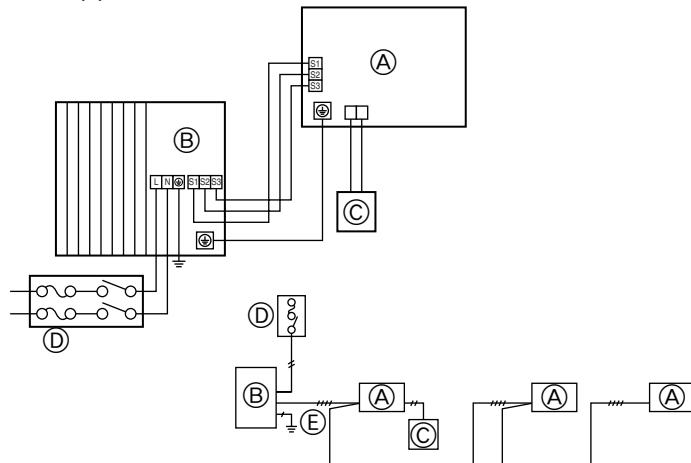

Fig. 6-1
6.1. Precauções (Fig. 6-1)
- Uma protecção para ligação à terra com um disjuntor sem fusível (disjuntor de fuga à terra (ELB)) é geralmente instalada para (D), (F).